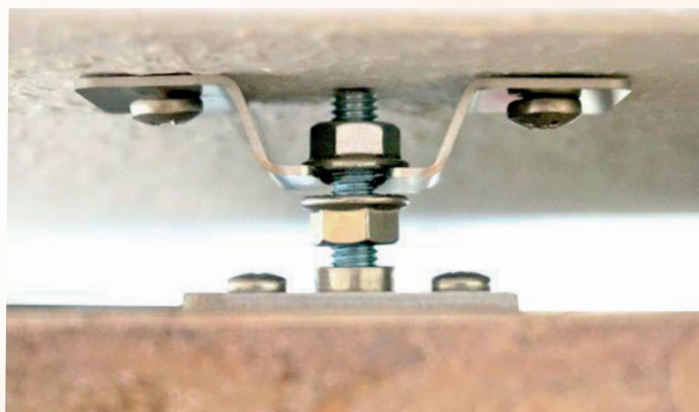

figura 3
7. Avvitare su ciascuno dei due spinotti filettati superiori del pannello riscaldante (vengono incardinati nei supporti a muro) un dado esagonale con flangia (A) fino all'estremità filettata facendo attenzione a che la flangia sia rivolta in direzione opposta al pannello. **Vedi figura 3** (già preassemblato di serie per il montaggio verticale.)